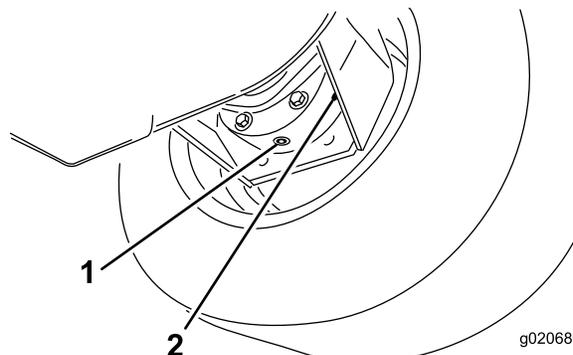

Figure 62
3. Placez un bac de vidange sous le carter de frein et enlevez le bouchon pour permettre à l'huile de s'écouler (Figure 62).